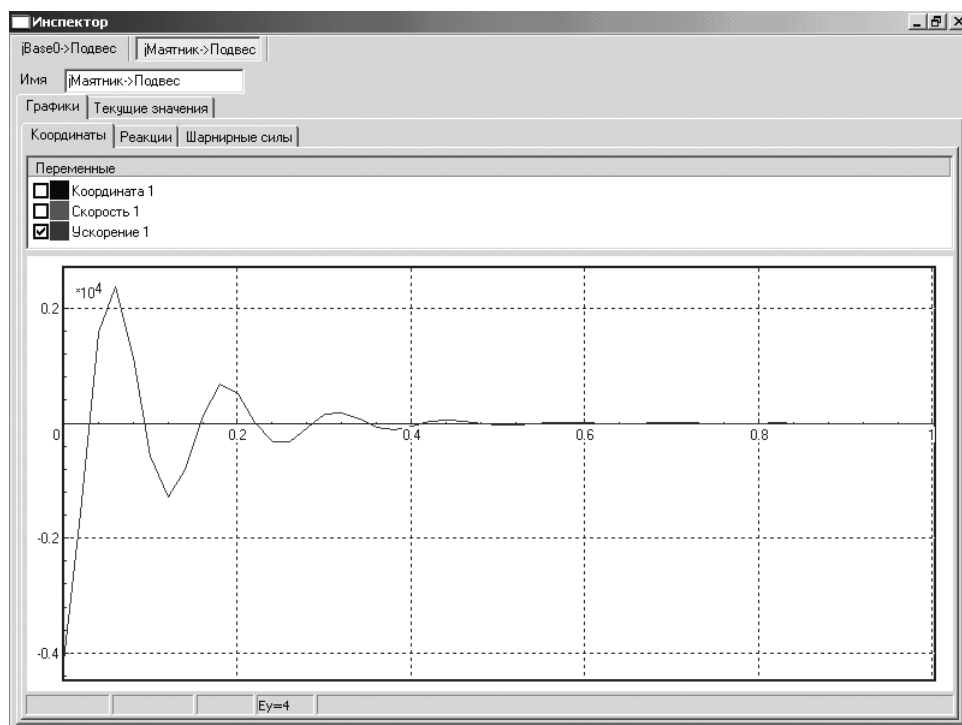

Рис. 1.40. Зависимость углового ускорения от времени
- щелкните в окне **Инспектор** в верхнем правом углу по кнопке  – **Развернуть**. Окно **Инспектор** развернется во весь экран, см. рис. 1.40.